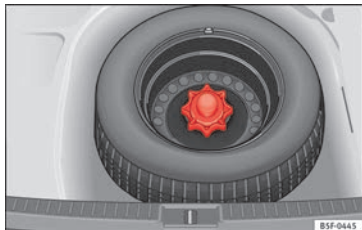

Fig. 255 Roue de secours : plancher de chargement soulevé.
- Soulevez le plancher de chargement et laissez-le dans cette position pour pouvoir retirer la roue de secours » **fig. 255.**